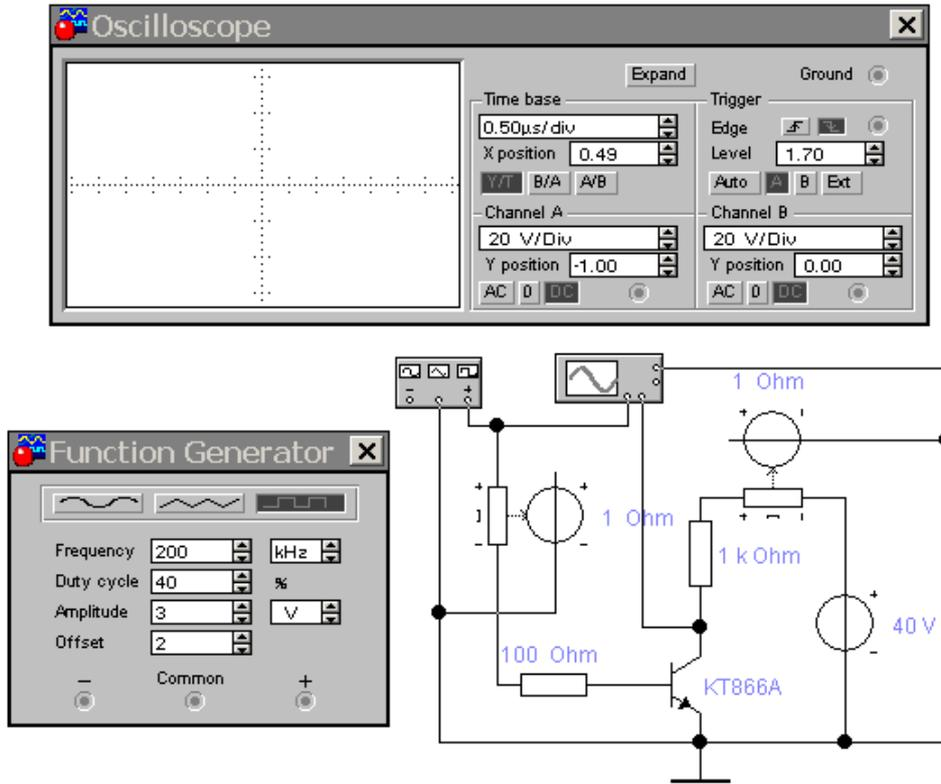

Рисунок 13.6 – Схема исследования переходных процессов
13.5.5 Открыть файл Кл2.ewb со схемой, показанной на рис. 13.6. На канал А осциллографа подается входное напряжение, а на канал В – выходное напряжение ключа.